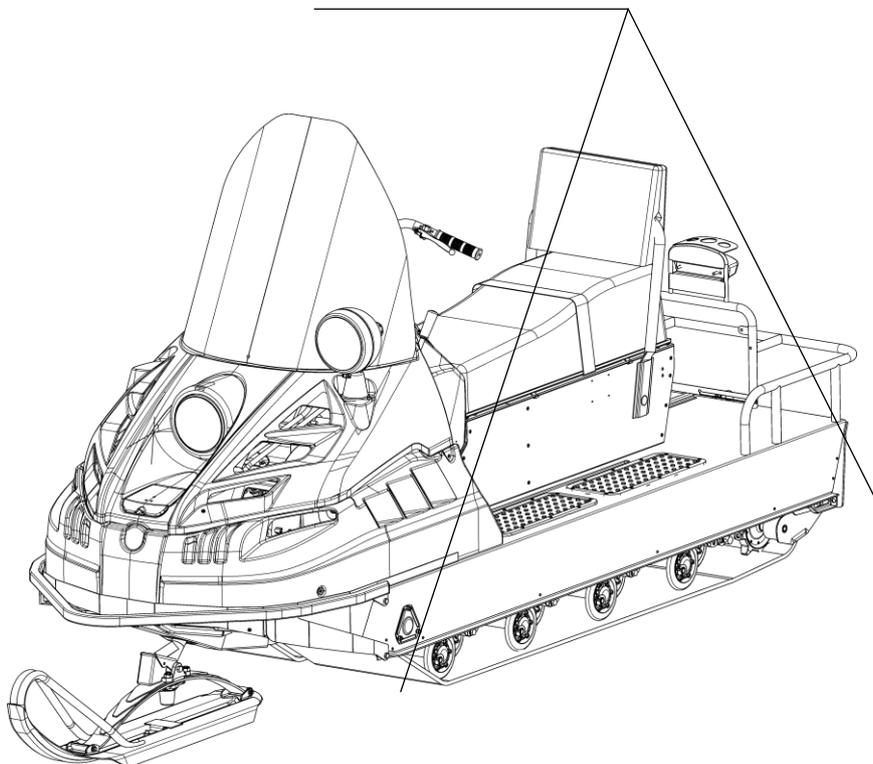

Рисунок 13 – Схема стрповки снегохода БУРАН 4ТД
- снегоход БУРАН 4ТД – за нижние передние уголки рамы и ограждение багажника (рисунок 13).